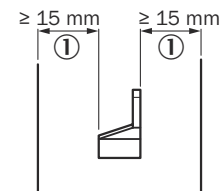
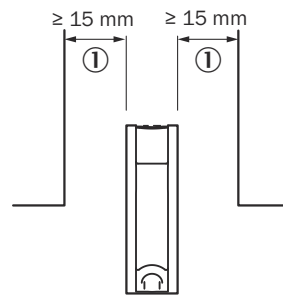

Abbildung 8: Mindestabstand zwischen Positionsmagneten und Teilen die aus magnetisierbarem Material bestehen
Abbildung 9: Mindestabstand zwischen Positionsmagneten und Teilen die aus magnetisierbarem Material bestehen
- ▶ Der Abstand ① zwischen Positionsmagnet und Teilen, die aus magnetisierbarem Material bestehen, muss mindestens 15 mm betragen (siehe Abbildung 8, Seite 3 und siehe Abbildung 9, Seite 3).